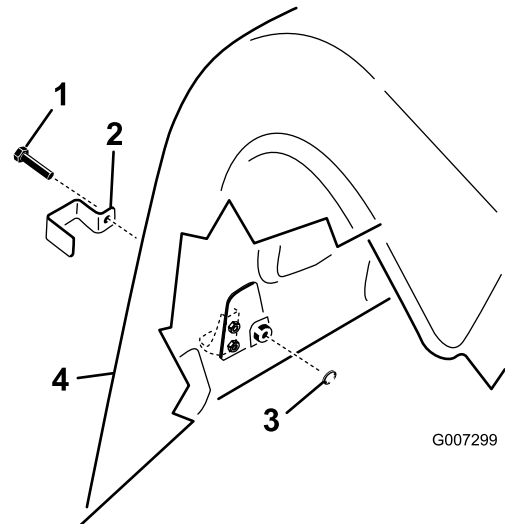

Bild 18
1. Montieren Sie am Modell ProCore 864 mit einer Gewindeschraube (insgesamt vier) eine Sperrhalterung über der linken und rechten unteren Abdeckung und den Riegeln der oberen Abdeckung (Bild 18).
2. Montieren Sie am Modell ProCore 1298 mit einer Gewindeschraube (drei pro Aerifizierkopf, insgesamt sechs) eine Sperrhalterung über allen unteren Abdeckungsriegel hinten und über den äußeren Abdeckungsriegeln oben, siehe Bild 18.
3. Schrauben Sie eine interne Sicherungsscheibe mit einer Zange oder einem verstellbaren Schraubenschlüssel auf jede Schraube (ein bis zwei Gewindeumdrehungen), um den Riegel zu befestigen (Bild 18).